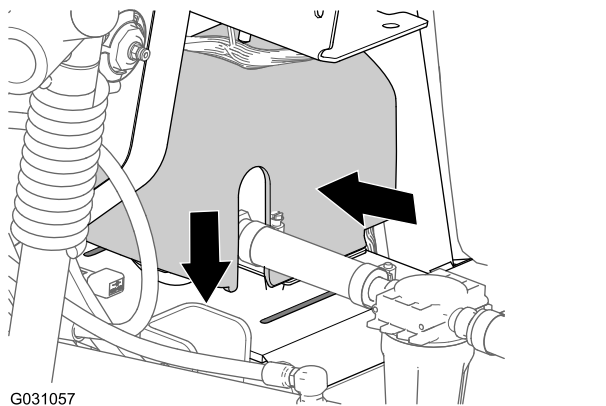

Figura 187
2. Alinhe a cobertura da bomba de lavagem sobre a placa da sela para a bomba de lavagem (Figura 187).
3. Pressione em conjunto ambos os lados da cobertura da bomba de lavagem e alinhe as abas da cobertura com a placa da sela (Figura 187).
4. Insira as abas nas ranhuras e solte as laterais da cobertura (Figura 187).